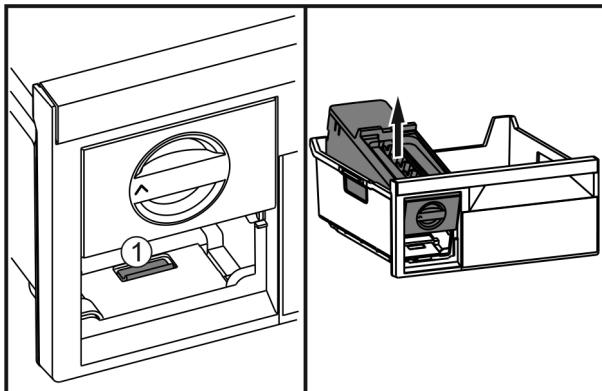

Fig. 39
- ▶ Stlačte sponu Fig. 39 (1), nadvihnite zariadenie EasyTwist-Ice zozadu a odoberte ho zo zásuvky na zmrzovanie.